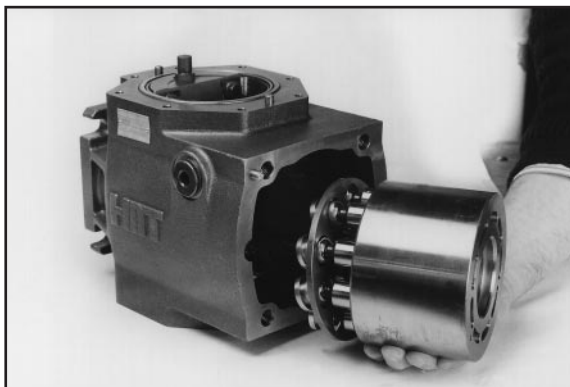

Fig. 27
- 5.5.10 - Estrarre il blocco cilindri (24) con i pistoni (22) (fig. 27) dal corpo pompa (1).
- 5.5.10 - Remove the cylinder barrel (24) and pistons (22) (fig. 27) from pump casing (1).